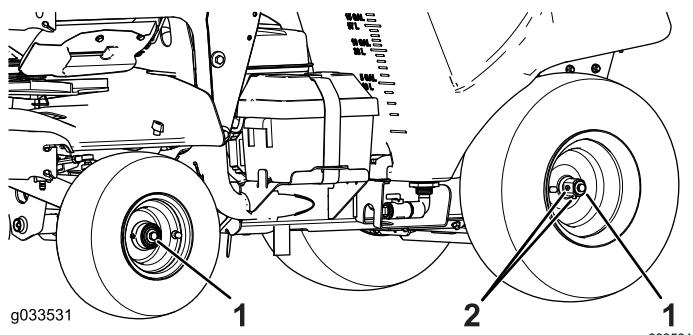

Figura 81
- Apriete los 4 pernos de eje de las ruedas delanteras y traseras (Figura 81) a 48 N·m (35 pies-libra).